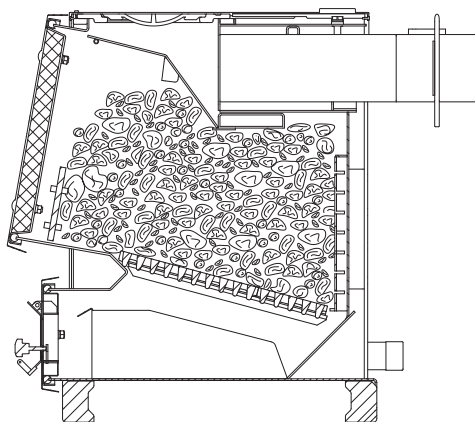

Рис.6 Схема загрузки котла
- Добавьте очередную порцию топлива, когда разгорится первый слой основного топлива, равномерно распределить его по всему объему в соответствии **Рис.6**;